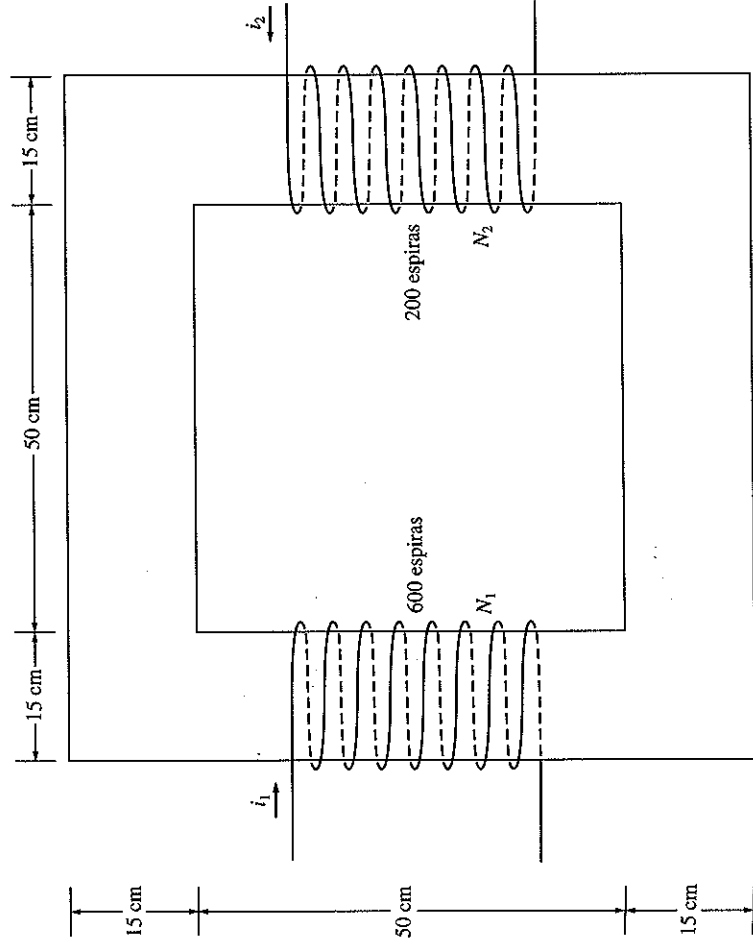

**FIGURA P1-2**
- 1.5 A Figura P1-2 mostra um núcleo ferromagnético. A profundidade (para dentro da página) do núcleo é  $5 \text{ cm}$ . As demais dimensões do núcleo estão mostradas na figura. Encontre o valor da corrente que produzirá um fluxo de  $0,005 \text{ Wb}$ . Com essa corrente, qual é a densidade do fluxo no lado superior do núcleo? Qual é a densidade do fluxo no lado direito do núcleo? Assuma que a permeabilidade relativa do núcleo é  $800$ .
- 1.16** O núcleo mostrado na Figura P1-2 tem o fluxo  $\phi$  mostrado na Figura P1-12. Faça um gráfico da tensão presente nos terminais da bobina.